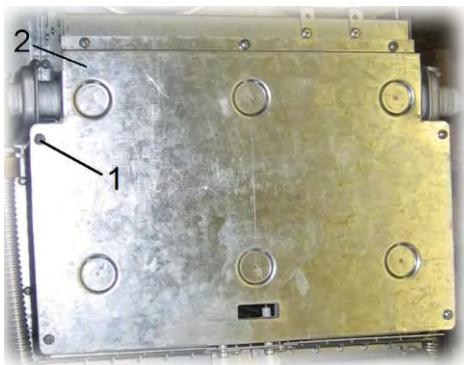

Рис. 14. Демонтаж стенки
- 1) отвернуть семь саморезов 1 (см. Рис. 14) крепления стенки 2 и снять стенку вместе с теплоизоляцией;
- 6) отвернуть семь саморезов 1 (см. Рис. 14) крепления стенки 2 и снять стенку вместе с теплоизоляцией;